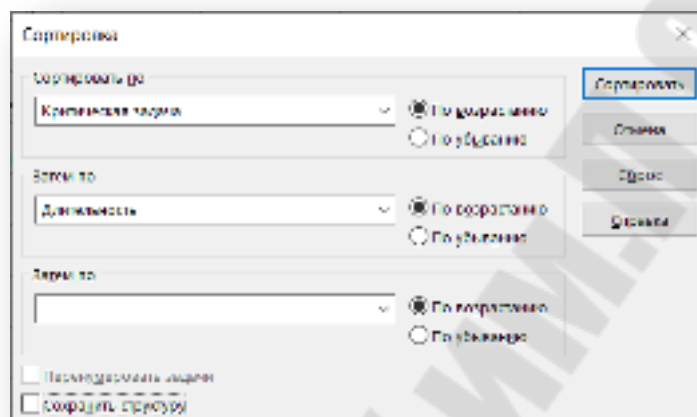

Рис. 2.16. Окно параметров сортировки
2. В открывшемся окне (рисунок 2.16) установить уровни сортировки (каждый последующий уровень действует только в пределах одинаковых значений предыдущего): *Сортировать по – Критическая задача, Затем по – Длительность*.
Рис. 2.16а. Назначение условий автофильтра